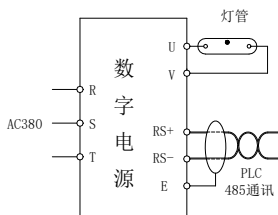

图 6-3 用户通讯应用接线图
1、电气连接：R、S、T 接三相 380V 交流电源、UV 端子接灯管如上图 6-3